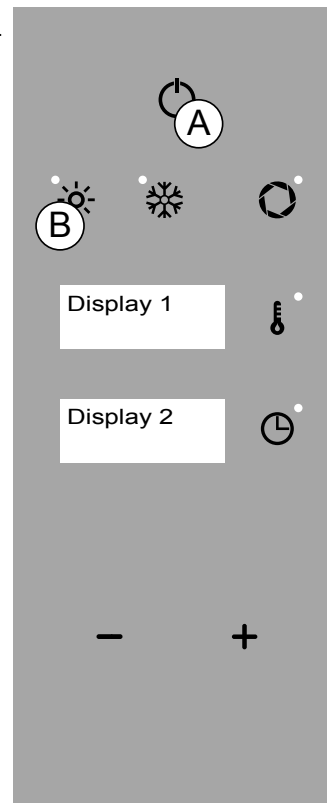

Fig.1
- Modalité "ÉTEINT": visualisation horloge (Fig.1 Écran 2).
- Modalité "STAND BY": visualisation nom du four et horloge (Fig.1 Écran 1 et 2).
- Modalité "MENU PRINCIPAL": fonction "CONVECTION" active (Fig.1/B), température 180° C (Fig.1 Écran 1) et temps 0h00 (Fig.1 Écran 2).
En mode "sélection de la fonction" ou "sélection du paramètre" après 5 secondes d'inactivité, le four mémorise la fonction ou la valeur affichée (Fig.1 Écran 1 - 2).
Le message "END" alterné apparaît une fois le temps écoulé (Fig.1 Écran 1-2). Appuyer deux fois sur la touche "ON/OFF" (Fig 1/A) pour revenir en mode "STAND BY".